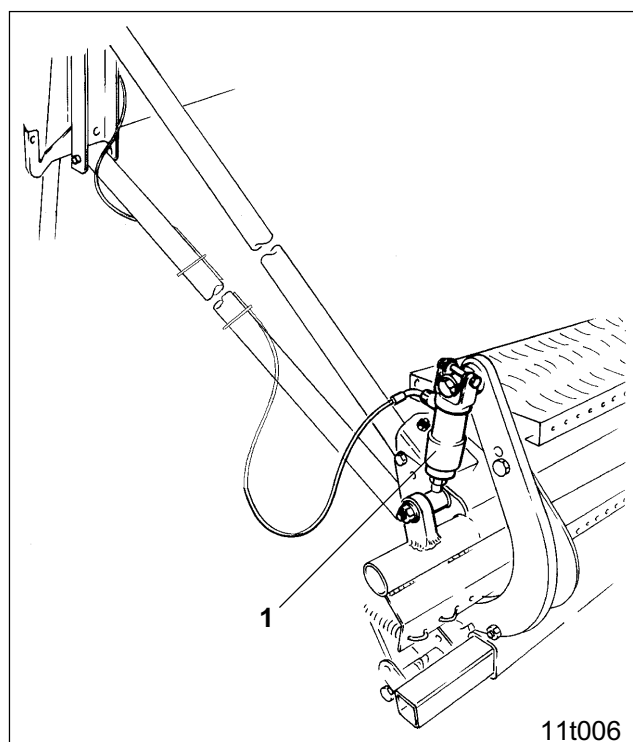
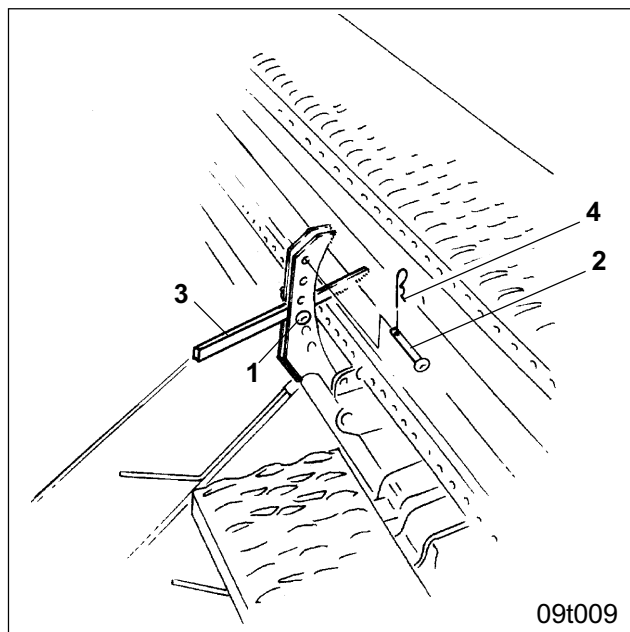

Fig. 25.9
Fig. 25.10
При смене нормальной почвы на тяжелую, и наоборот, давление выравнивателя регулируется гидравлическим цилиндром (Рис. 25.9/1).
Два пальца (Рис. 25.10/1 и Рис. 25.10/2) вставьте в качестве упора рычага (Рис. 25.10/3) в сегменте регулировки. Рычаг (Рис. 25.10/3), приводимый в действие гидравлическим цилиндром (Рис. 25.9/1), прилегает к пальцу I (Рис. 25.10/1), если гидравлический цилиндр не находится под давлением, и прилегает к пальцу II (Рис. 25.10/2),
- Уберите давление из гидравлического цилиндра (Рис. 25.9/1).
- Установите палец II (Рис. 25.10/2) в отверстие над рычагом (Рис. 25.10/3) в сегменте регулировки и зафиксируйте при помощи фиксирующего пальца с пружинной защелкой (Рис. 25.10/4).
- Подайте давление в гидравлический цилиндр (Рис. 25.9/1).
- Установите палец I (Рис. 25.10/1) в отверстие сегмента регулировки под рычагом (Рис. 25.10/3) и зафиксируйте при помощи пружинного шплинта (Рис. 25.10/4).